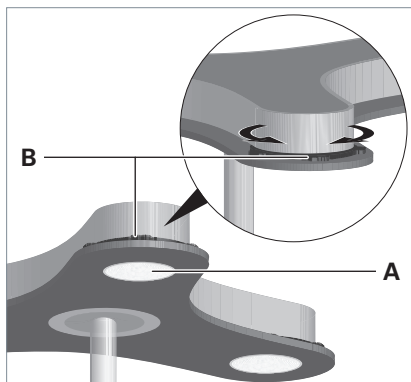

Fig. 14: Orientare i sistemi ottici della luce diretta.
- ▶ Girare le ruote **B**, vedi Fig. 14.